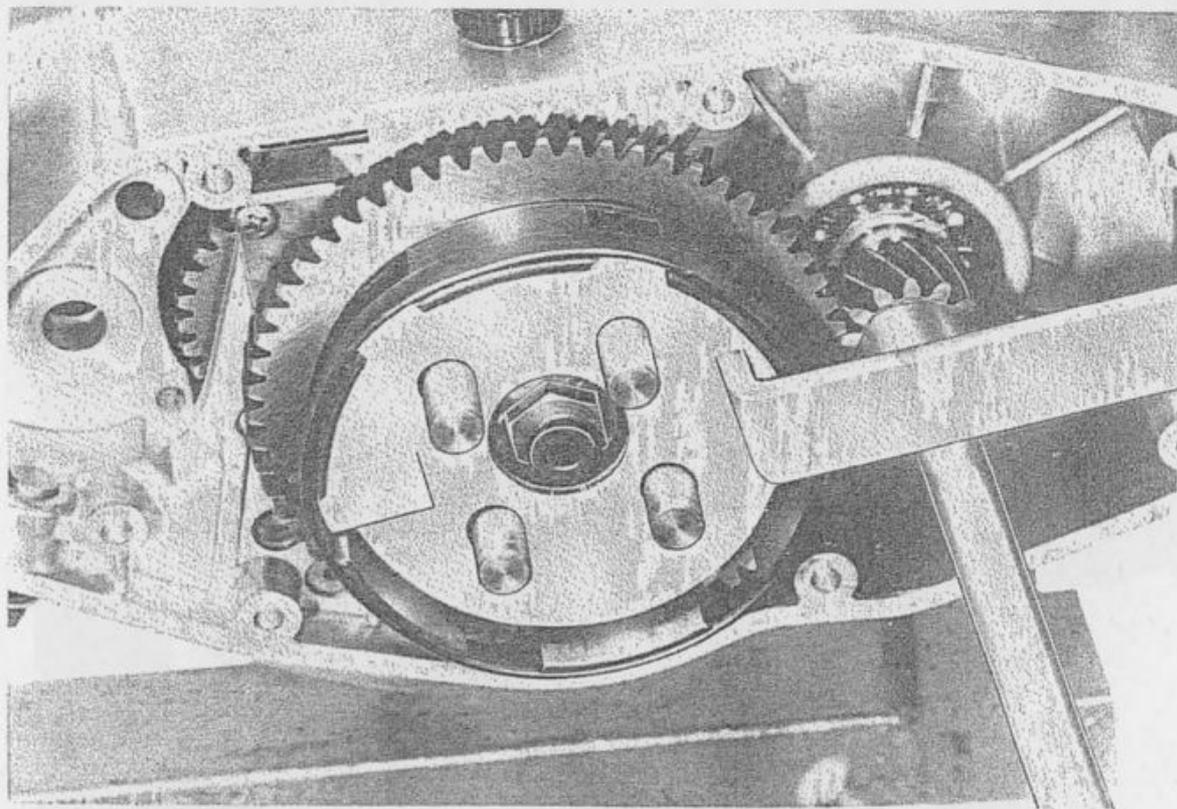

Fig. 14 - Sbloccaggio dado fissaggio pignone motore
- Rimuovere il dado di fissaggio pignone motore, usando una normale chiave a «T» di 17 mm. Nel compiere questa operazione, è necessario trattenere fermo la coppia ingranaggi, facendo uso di una speciale «chiave di fermo frizione», matricola 0005.304.00 (fig. 14).